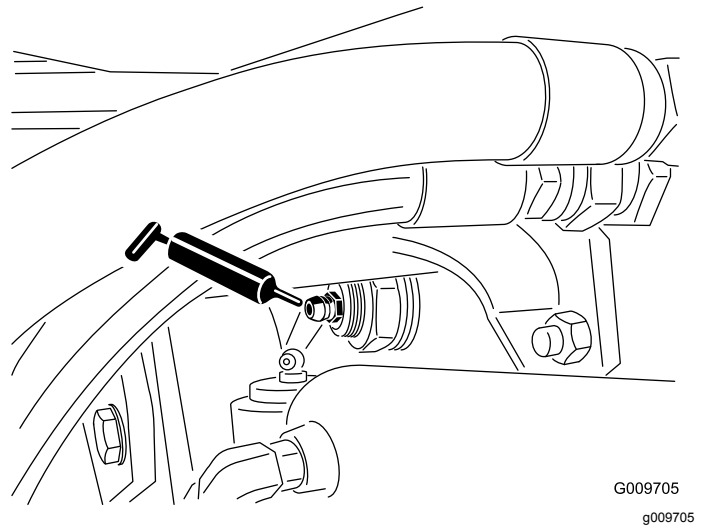

Figura 59
- Boccole orientabili dell'assale posteriore (2) come illustrato nella Figura 59